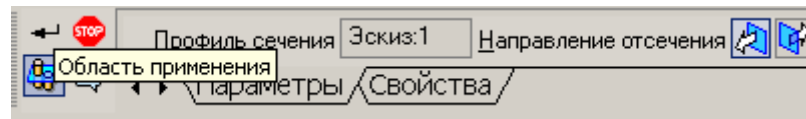

Рисунок 8.16 – Операція Перетин по ескізу на панелі властивостей
2. Вийдіть із ескізу. Виберіть команду меню **Операції – Перетин – По ескізу**. На панелі властивостей вкажіть **Напрямок відсікання** (рис. 8.16, 8.17).